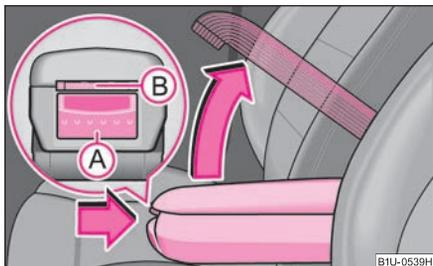

Fig. 95 Accoudoir: Vide-poches
- Appuyez sur la touche **B** ⇒ fig. 95.